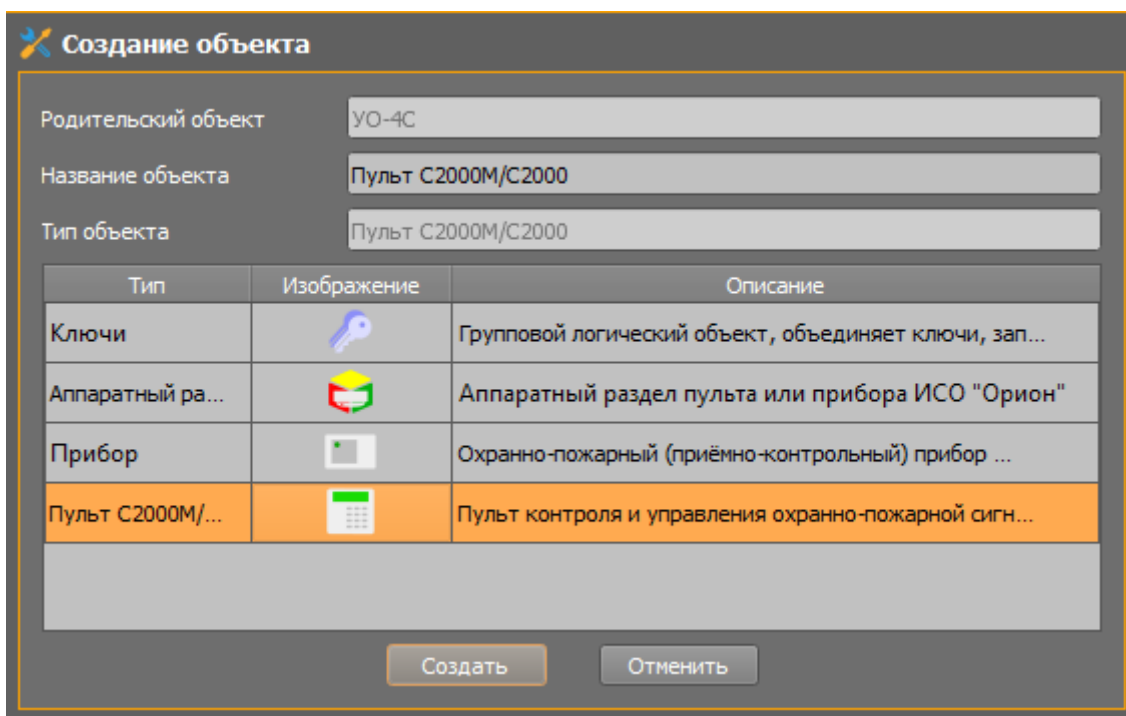

Рисунок 3-14. Создание пульта под ПОО «YO-4C»
1. Через контекстное меню «YO-4C» в аппаратной иерархии создайте пульт «С2000М» (Рисунок 3-14).